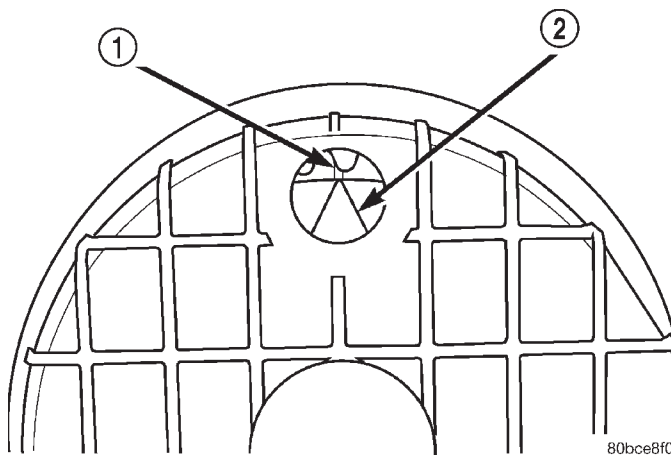

Fig. 14 Marcas de reglaje del árbol de levas
(4) Verifique la marca de reglaje en la rueda dentada de árbol de levas. Dicha marca debe quedar alineada con la flecha situada en la tapa trasera de la correa de distribución (Fig. 14).